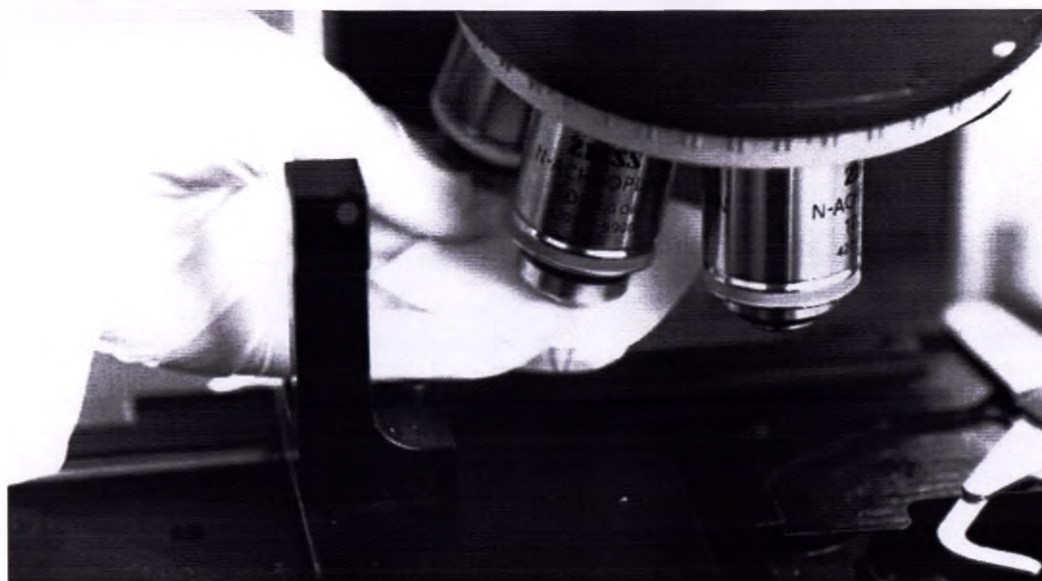

Рисунок 217 - Удалите иммерсионное масло с объективов
- 3) Удалите салфеткой иммерсионное масло с объективов (Рисунок 217).